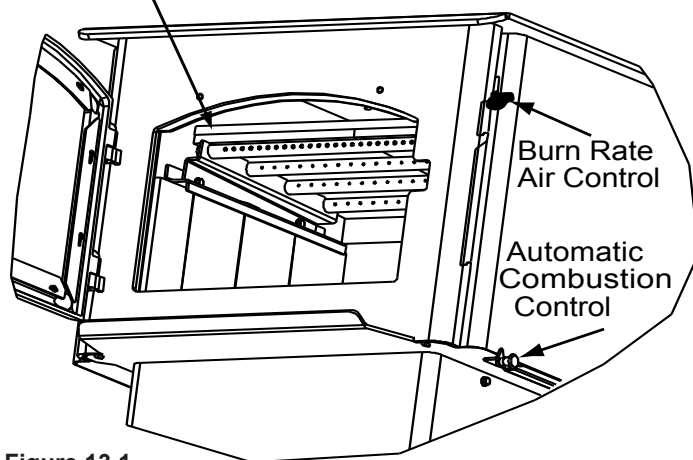

Figure 13.1
1. Confirmez que la position du déflecteur est correcte. Il doit affleurer le tube avant et reposer sur tous les tubes. (**Figure 13.1**).